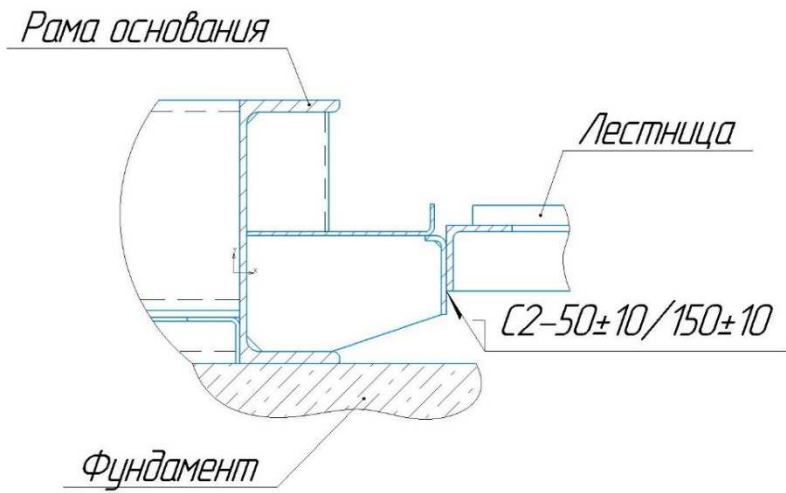

Рисунок 9 - Стыковка лестницы
8.2 Стыковка лестницы осуществляется сваркой по уголкам (рисунок 9).